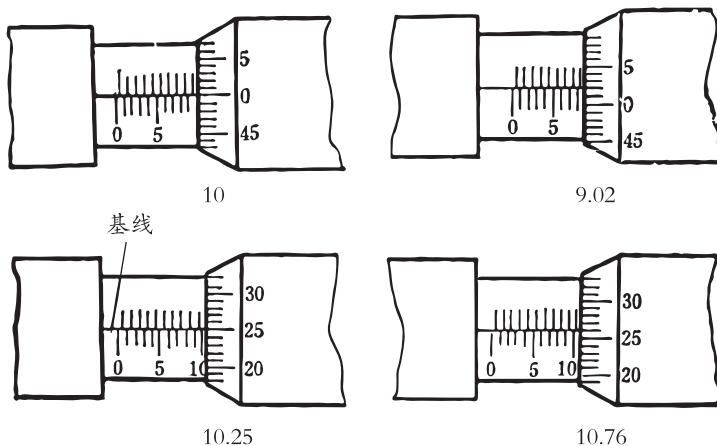

图2-24 外径千分尺的读数方法
①外径千分尺的读数方法。测量时，由活动套管边缘的左边，在固定套管上读出0.5毫米以上的尺寸数值，再看活动套管的哪一格刻线和固定套管上的基准线对齐，读出0.5毫米以下的小数尺寸，把以上两个尺寸数值加在一起就是被测部位的尺寸（见图2-24）。